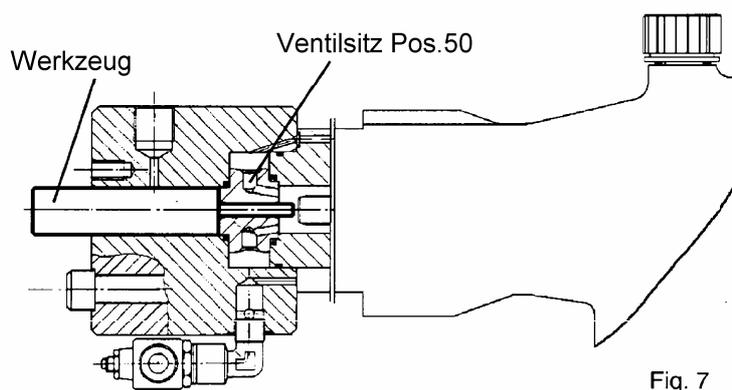

Fig. 7
- Bei der Montage des Pumpenkopfes ist besonders auf die richtige Lage des Ventilsitzes Pos.50 zwischen Pumpenkopf und Druckzylinder zu achten. Die Verwendung des Montagehilfswerkzeug (Nr.0343.000.0) ist dabei anzuraten. (siehe Bild 7)